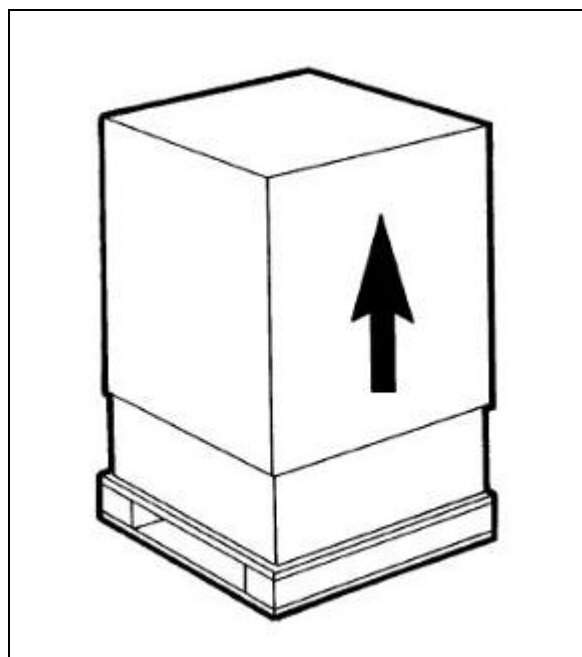

Fig. 13
a) Après avoir retiré l'emballage, **conserver tous les éléments pour le stockage hivernal** et s'assurer de l'intégrité de l'appareil (fig.13).